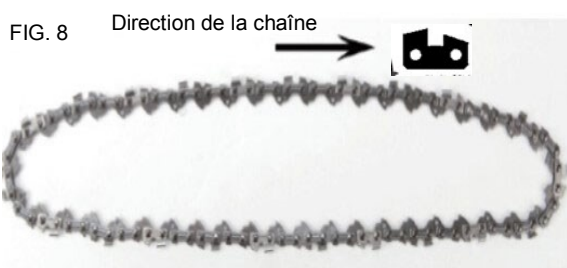

FIG. 8
6. Étalez la nouvelle chaîne dans une boucle et redressez-la. Les gouges doivent faire face au sens de rotation de la chaîne. Si elles sont vers l'arrière, retournez la boucle. (Fig. 8)